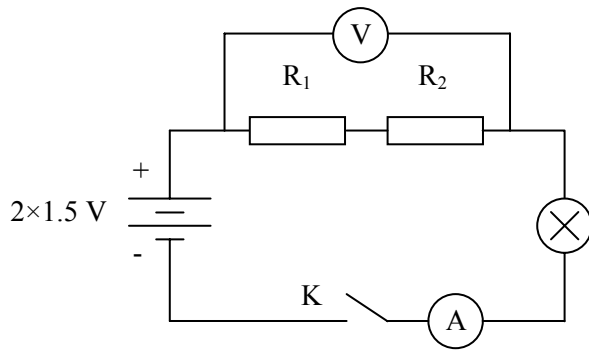

Fig. 13
3.2.1. Conectarea în serie a rezistoarelor (fig.13)
- Se realizează schema din fig.13 (fig. 11), asigurând alimentarea de la o sursă de 3 V c.c. (2 baterii de 1.5 V conectate în serie, ținând seama de bornele acestora).